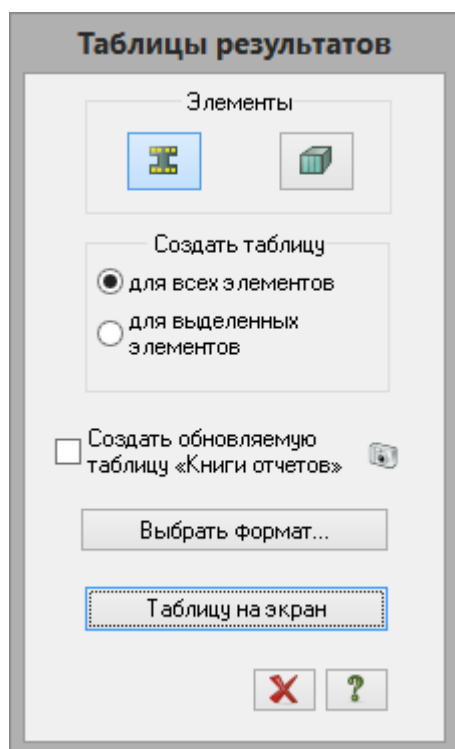

Рис.21.23. Диалоговое окно **Таблицы результатов**
- Вызовите диалоговое окно **Таблицы результатов** (рис.21.23), выбрав команду  – **Таблицы результатов для ЖБ** в раскрывающемся списке **Документация** (панель **Таблицы** на вкладке **Конструирование**).